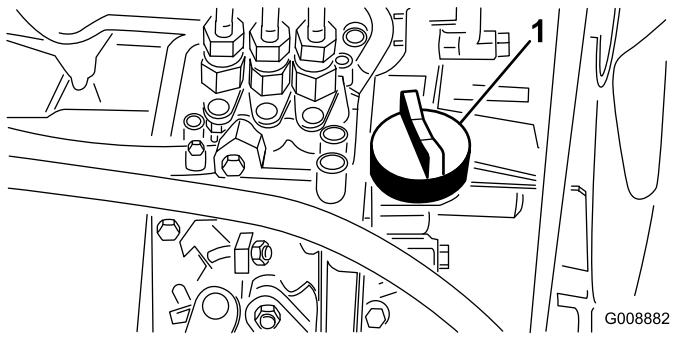

Bild 33
4. Entfernen Sie bei niedrigem Ölstand den Ölfülldeckel (Bild 33), gießen langsam kleinere Ölmengen ein und prüfen den Stand regelmäßig, bis die „Voll“-Marke am Peilstab erreicht wird.